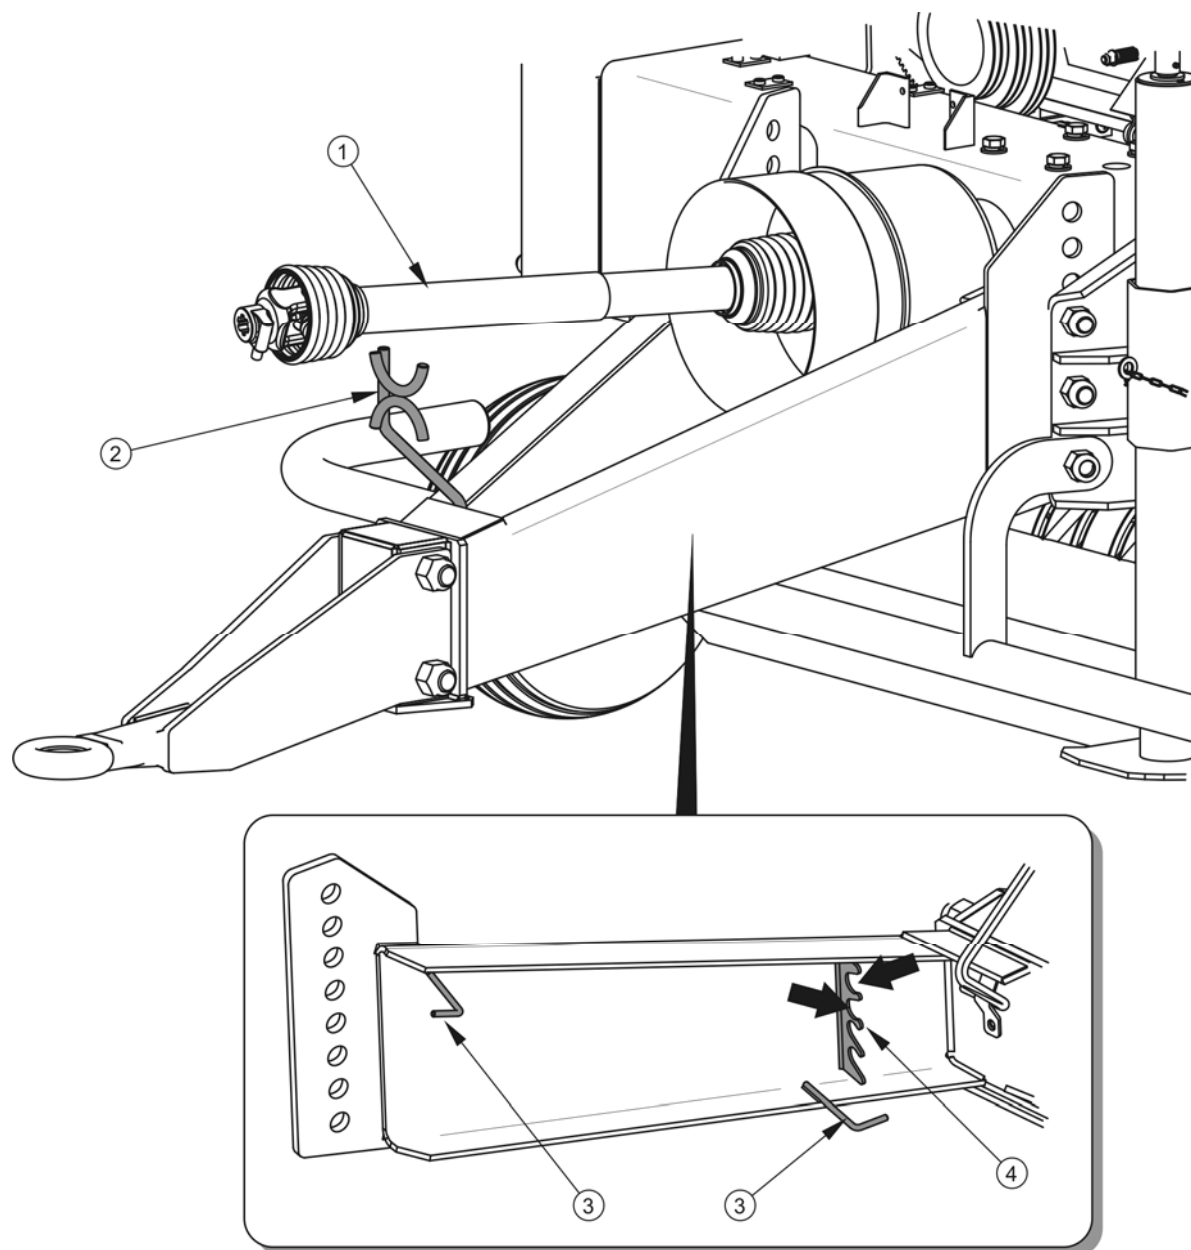

РИСУНОК 4.3 Кронштейн телескопического карданного вала
(1) телескопический карданный вал, (2) кронштейн для вала, (3) подвеска для проводов, (4) держатель для быстроразъемных соединений
- ⇒ Поместить телескопический карданный вал на кронштейн 2 - рисунок 4.3 .